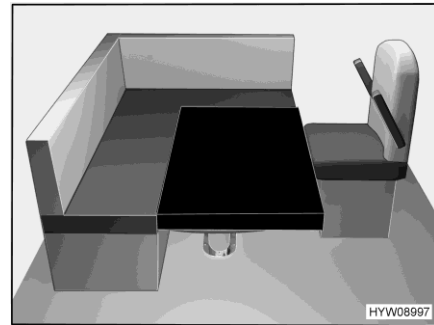

Fig. 80 Après la transformation
- Placer le coussin supplémentaire sur la table comme représenté à la Fig. 80. Le coin arrondi est orienté vers l'avant droit.